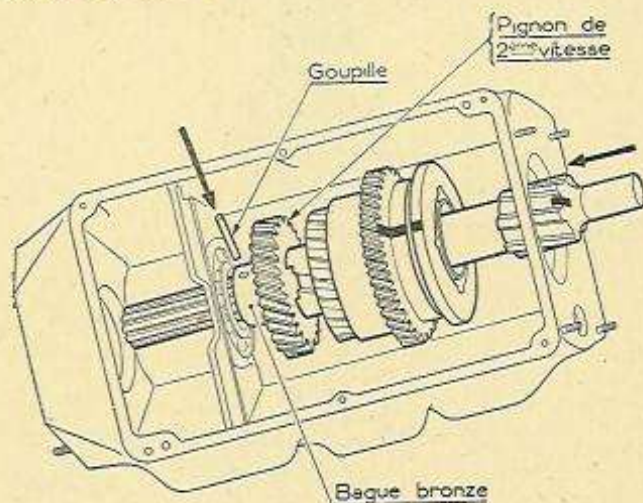

Figure 34.
- Introduire tout l'ensemble dans le carter ainsi que la bague bronze C 41 et l'arbre récepteur. Les trois repères étant en ligne (fig. 34) (la bague bronze vient contre le pignon de deuxième).